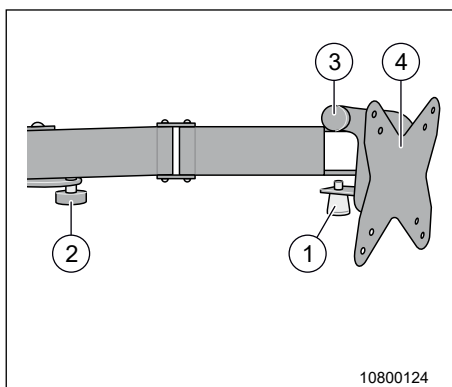

Fig. 32 TV-fäste
1. Dra låsknappen (Fig. 32, pos. 1) nedåt och håll den där.
3. Lossa låsskruven (Fig. 32, pos. 3) och sväng upp eller ned bildskärmen.
4. Fixera TV-fästet med hjälp av låsskruvarna (Fig. 32, pos. 2 och 3).